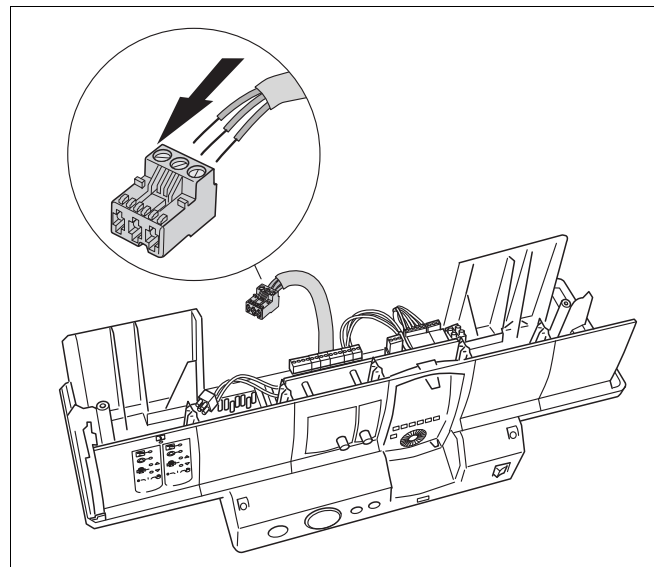

Рис. 6 Прокладка провода
- Зачистите изоляцию с жил провода и присоедините к соответствующим клеммам (→ Рис. 6).